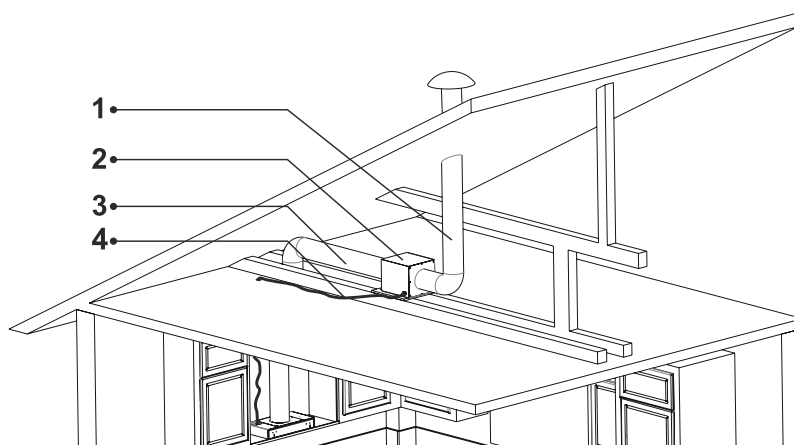

Fig. 31
**2.** ➤ Tilslut nu aftrækskanalerne på motorkabinettet (Fig. 31).
Brug nu den 8 m. lange 9 polet multikabel og tilslut den fra emhætten til motorkabinettet (Fig. 31).